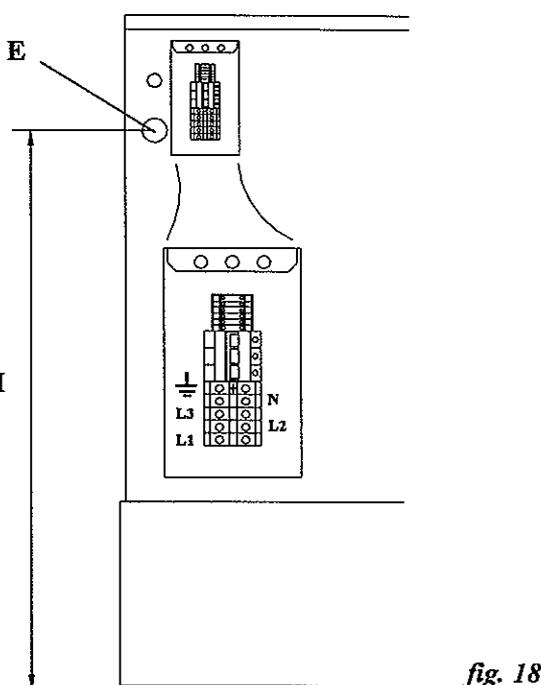

fig. 18
- Secure the wire guard in the hole **E** (*fig. 18*) and insert the wire inside the terminal block.
- Fijar el protector del conductor en el orificio **E** (*fig. 18*) e introducir el conductor en el interior de la caja de bornes.
- Fixer le protecteur du câble sur l'orifice **E** (*fig. 18*) et introduire le câble à l'intérieur du boîtier de bornes.